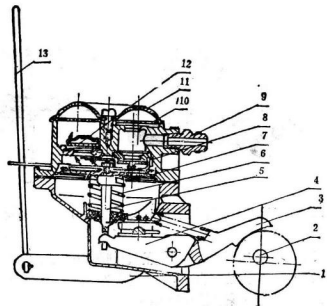

图1-16 东风EQ140装用的EQB101型汽油泵
(6) (图1-16) 为EQ140汽车装用EQB101型汽油泵。该汽油泵为机械驱动膜片式, 并备有手动臂, 它是根据我国复杂的地理和气候条件设计的, 具有结构简单、泵油量大、不易产生气阻等特点。